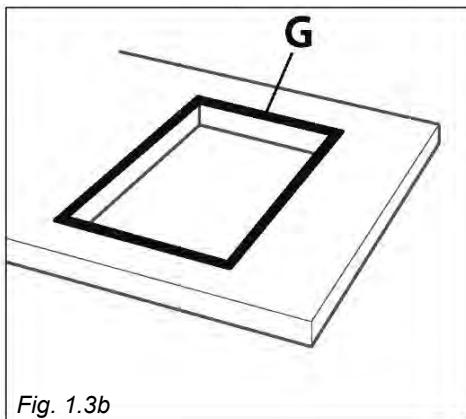

Fig. 1.3b
- Estenda a junta "G" sobre o rebordo do recorte feito, tendo cuidado para sobrepor as bordas de junção (fig. 1.3b).